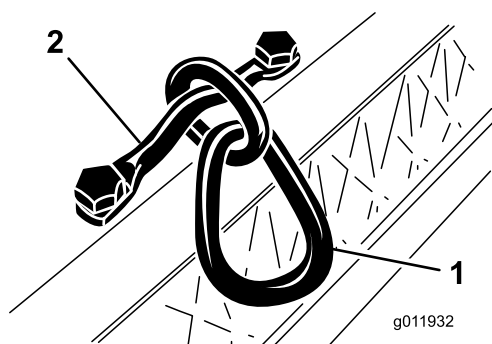

Figure 7
2. Serrez les vis à un couple de 34 à 40 N·m (25 à 30 pi-lb) (Figure 7).